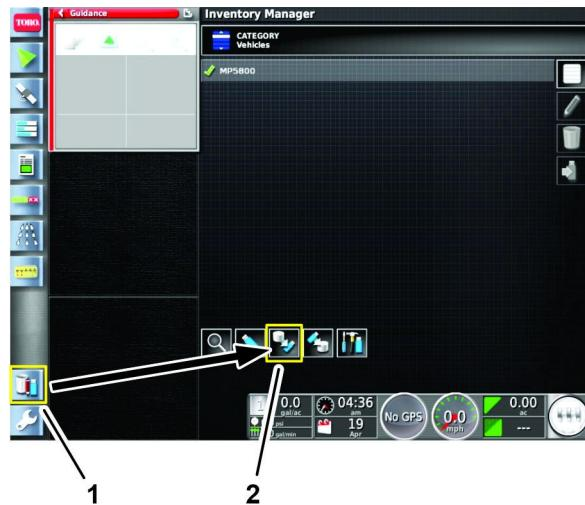

Figura 5
1. Pulse el icono ADMINISTRADOR DE INVENTARIO (Figura 5).
2. En la parte inferior de la pantalla, pulse el icono EXPORTAR DATOS (Figura 5).